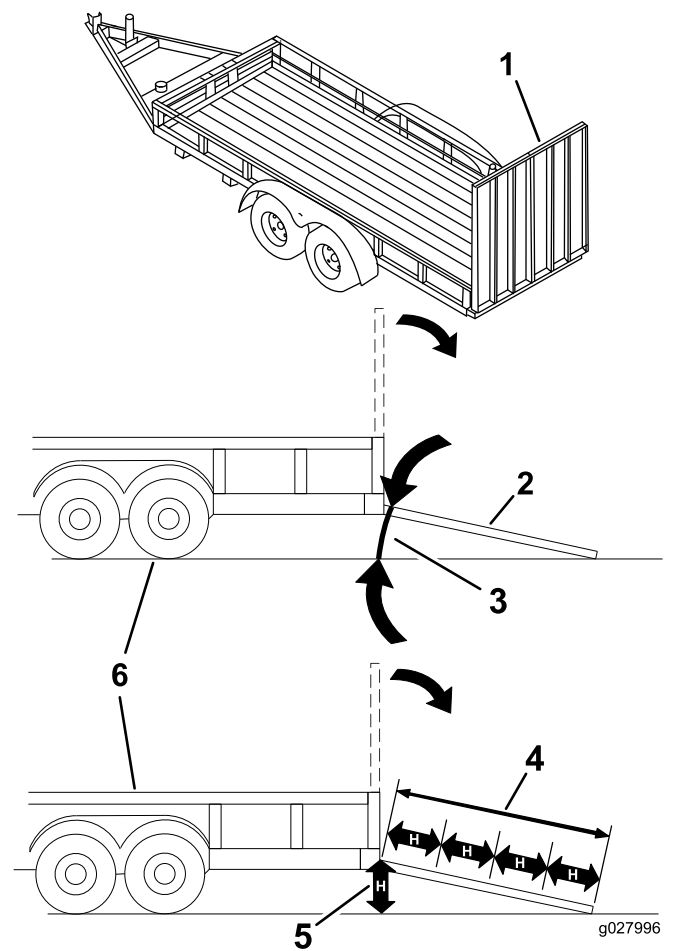

Figura 40
El cargar la máquina en un remolque o un camión aumenta la posibilidad de un vuelco y podría causar lesiones graves o la muerte (Figura 40).
3. Baje la rampa, asegurándose de que el ángulo entre la rampa y el suelo no supera los 15 grados (Figura 40).
1. Baje la rampa, asegurándose de que el ángulo entre la rampa y el suelo no supera los 15 grados (Figura 40).